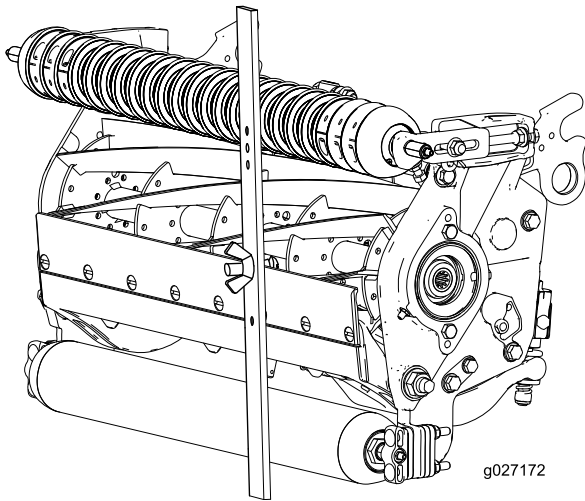

图17
4. 将螺丝头钩在底刀的刀刃上并将调刀尺的后端放到后滚筒上 图17。
5. 旋转调节螺丝直到前滚筒接触到调刀尺 图17。